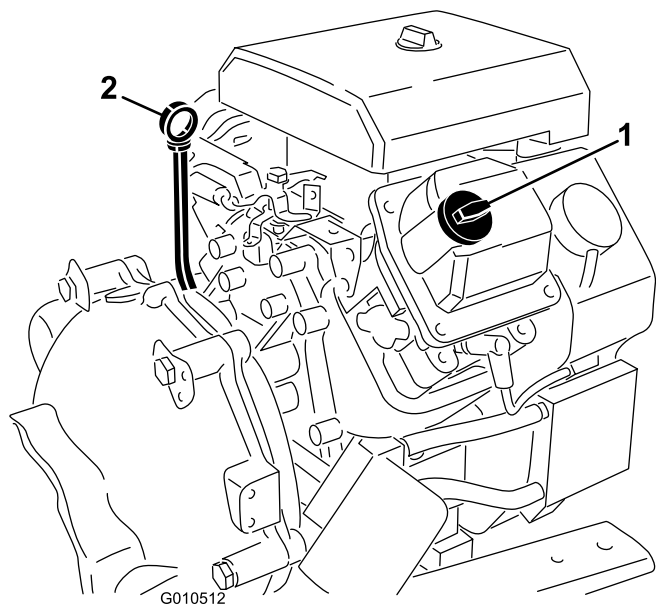

Figura 13
2. Retire la varilla y límpiela con un paño limpio (Figura 13).
5. Si el nivel de aceite es bajo, retire el tapón de llenado (Figura 13) y añada suficiente aceite para elevar el nivel a la marca Lleno de la varilla.